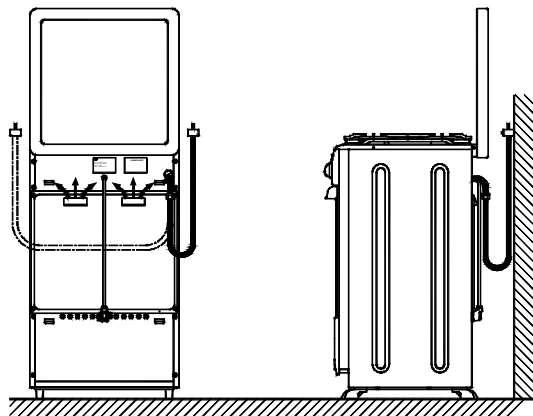

Рисунок 10 – Примеры подключения шланга
- шланг и шнур питания (для моделей с электророзжигом и/или освещением) не должен проходить в зоне горячего воздуха дымохода и касаться задней стенки плиты (см. рисунок 10).